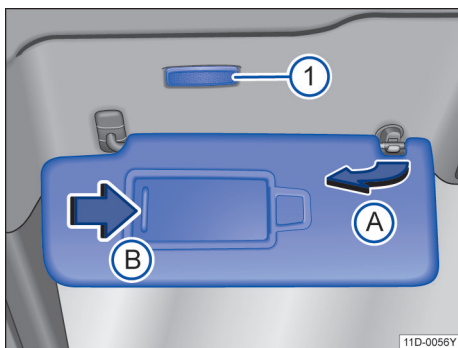

图 77 遮阳板
在已翻下的遮阳板上，在一块盖板后有一个化妆镜。在滑动打开盖板→图 77(B)时，照明灯→图 77(1)亮起。
- 从托架中拉出并向车门翻转→图 77(A)。